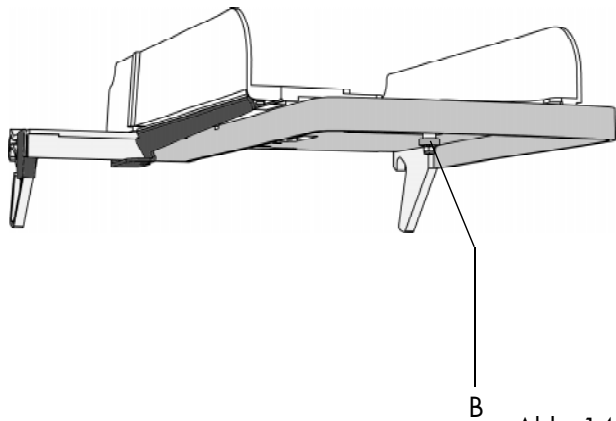

Abb. 14
- Knopf „B“ um eine halbe Drehung lösen (Abb. 14).